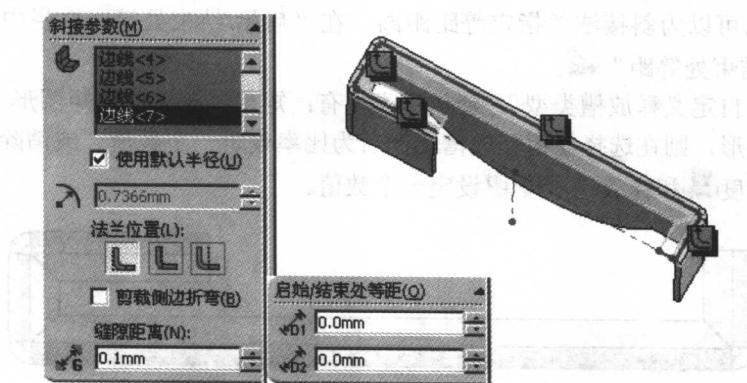

图 1-20 “斜接法兰”属性管理器
- (2) 单击菜单栏中的“插入” → “钣金” → “斜接法兰” 工具，或单击钣金工具栏中的“斜接法兰” 工具，系统要求选择绘制好的草图，在绘图区选择刚绘制的草图，系统弹出“斜接法兰 1”属性管理器。在绘图区选择要建立“边线法兰 1”的 4 条边，在属性管理器输入“缝隙距离” 0.1，“启始处等距” 0，“结束处等距” 0，如图 1-20 所示。